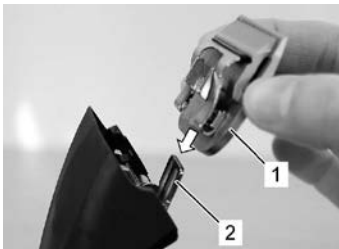

Abb. 14
6. Gewünschten Scherkopf auf das Messerscharnier stecken und bei eingeschaltetem Gerät mit leichtem Druck an die Schermaschine klappen (Abb. 14, 15, 16).